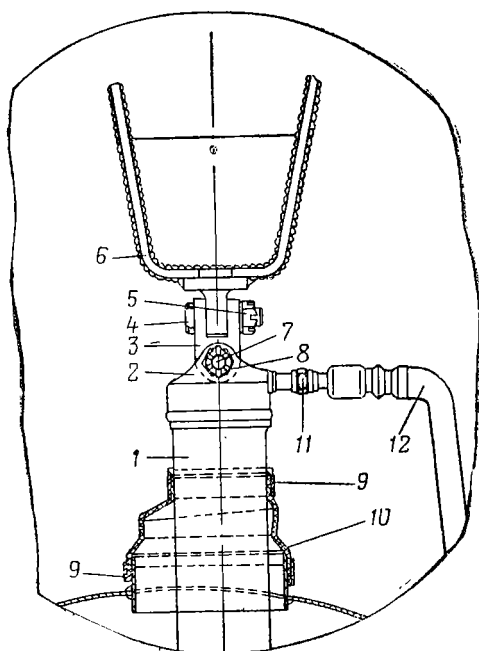

Рис. 8. Крепление подъемника к корпусу машины:
1. Ослабить и снять нижний стяжной хомут 9 (рис. 8) и сдвинуть резиновый уплотнитель 10 на цилиндр 1 гидравлического подъемника.
5. Расшплинтовать и отвернуть гайку 5 (рис. 8) пальца 4 и отсоединить верхний переходник 3 от кронштейна 6. Вынуть гидравлический подъемник внутрь машины.
1. Совместить отверстия в верхнем переходнике 3 (рис. 8) и проушине цилиндра 1 гидравлического подъемника, вставить в совмещенные отверстия палец 7 и навернуть гайку 8. Гайку затянуть до отказа и зашплинтовать шплинтом.
6. Присоединить гибкий шланг 12 (рис. 8) к гидравлическому подъемнику сверху и закрепить накидной гайкой 11.